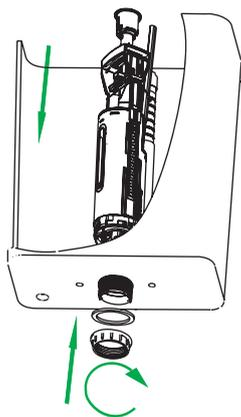
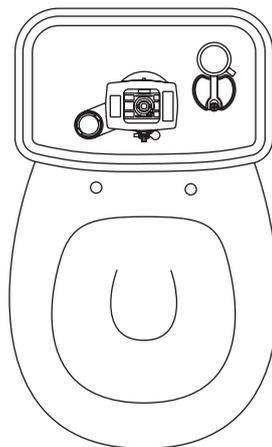

Рис. 2 / 2-сур.
Рис. 3 / 3-сур.
2. Открутите пластиковую гайку и установите клапан выпуска, как показано на рис. 2. **Внимание: верхняя часть коромысла должна располагаться параллельно передней стенке бачка (рис. 3).**